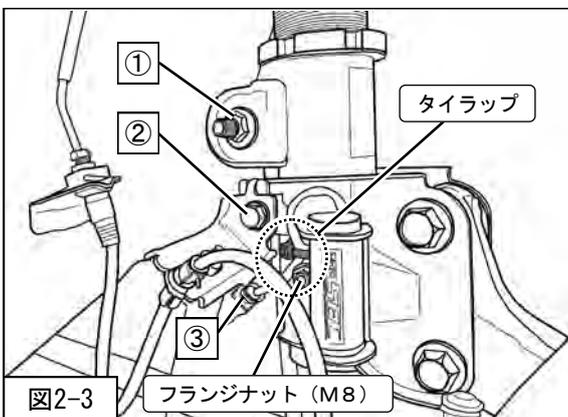

図2-3
を使用し、SECを取付けてください。(図2-3)
をSECに取付けてください。(図2-3)
に固定してください。(図2-3)
※SECを取付けない場合は、取外した③エレクトリックダンパーコネクタに防水を施し、ABSセンサハーネスにタイラップ等で固定してください。(図2-3)
8. ②ブレーキホースブラケット取付ボルト (締付トルク: 33N・m)
を取付けてください。(図2-3)